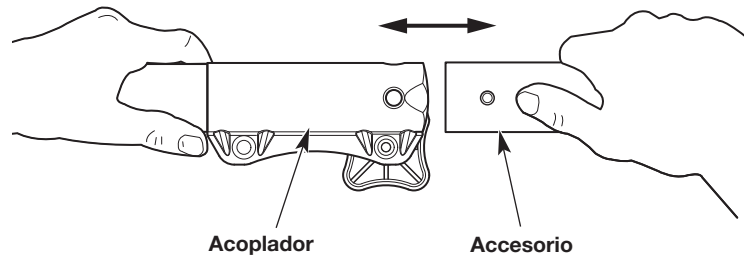
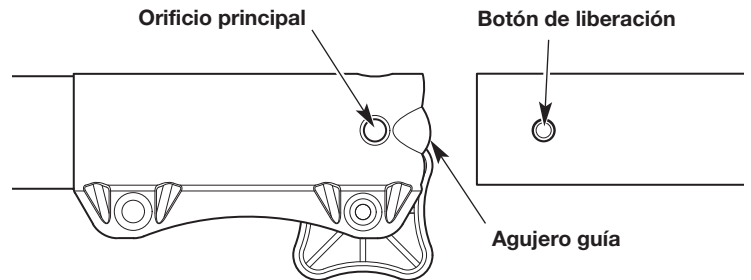

Fig. 5
Fig. 6
4. Alinee el botón de liberación con el embutimiento de la guía (Fig. 6).
5. Presione el accesorio directamente dentro del acoplador (Fig. 5) hasta que el botón de liberación encaje a presión firme del orificio principal (Fig. 6).
3. Oprima y mantenga apretado el botón de liberación (Fig. 6).
4. Tire del accesorio directamente hacia fuera del acoplador (Fig. 5).